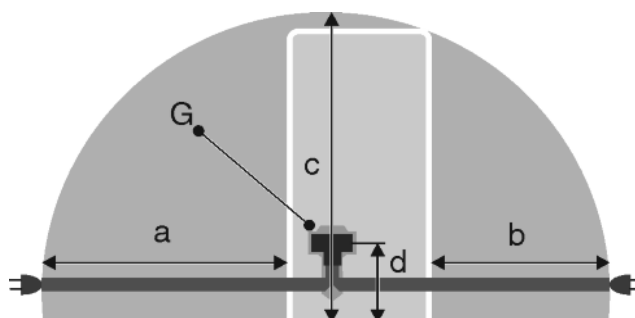

Fig. 52
- Gniazdo znajduje się poza tylną częścią urządzenia w podanym obszarze *Fig. 52 (a, b, c)*.
- ▶ Wtyczkę urządzenia *Fig. 52 (G)* podłączyć z tyłu urządzenia. Zwrócić uwagę na prawidłowe zazębienie.